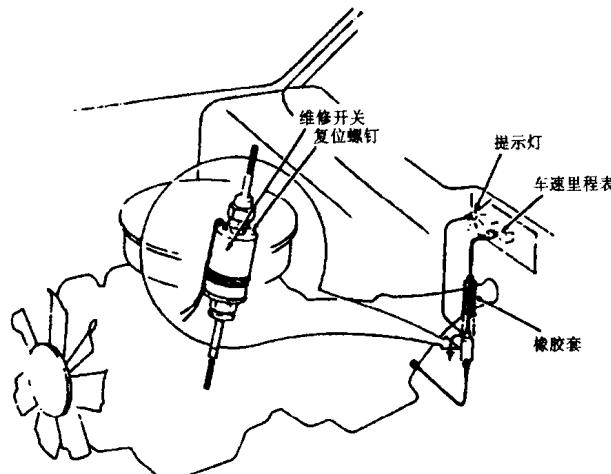

图 1-12 排放维修提示系统
b. 用一个电压表检查插接件A的1号和5号端子间的电压，如图1-12。电压值应当是蓄电池的电压。若不是，则应当检查熔断器内是否有断路的情况。
c. 用一个电阻表测量插接件A的15和18端子之间的电阻，如图1-12。电阻表指示值应为0Ω。此时，如果是显示屏不亮，则应更换监控器。如果是显示错误的信息，应参考“自诊断系统”。若测得的电阻值不是0Ω，那么应当检查电路中是否有开路的情况。
d. 关严各车门，用电阻表测量插接件A端子6、7、8和9两两之间的电阻值，如图1-12。电阻表指出的读数应为无穷大。若读数不是无穷大，则应检查电路中是否有与地短路的情况。
2) 如果监视系统不能选择模式，则拆开电路插接件B，如图1-12。然后按下列步骤操作：
(1) 1980 款 车辆每行驶 30000 mile，仪表板上会有一个报警灯变亮以提示氧传感器该更换了。该提示灯可以是机械式的（见图 1-12）或电子式的。氧传感器更换后，需将该提示灯复位。